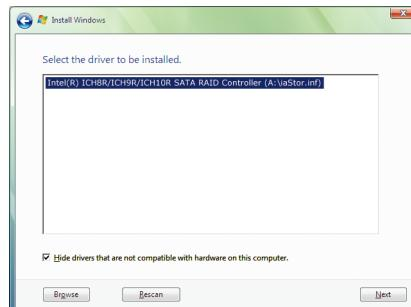

Figura 8
Quando aparecer uma tela conforme mostrada na Figura 8, selecione **Intel(R) ICH8R/ICH9R/ICH10R SATA RAID Controller**^(Nota) e pressione Próximo.
(Nota) O item exibido na Figura 8 será mostrado como **Intel(R) ICH10R SATA AHCI Controller** quando os controladores SATA estiverem ajustados para o modo AHCI.